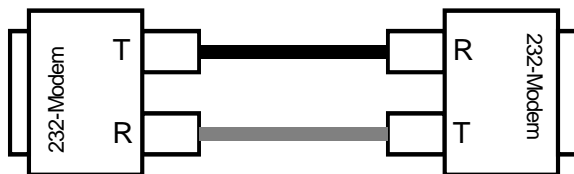

Bild 5
- Verbinden Sie mit dem konfektionierten LWL-Kabel die optischen Schnittstellen der Geräte nach dem Anschlußschema in Bild 5.